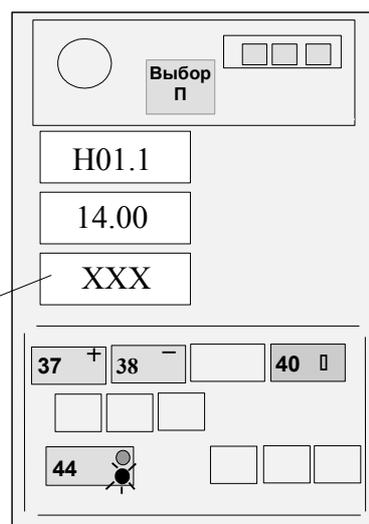

Рисунок 16
Нажимая кнопку 44, набрать на верхнем ИЖЦ код "Н01.1" (см. рисунок 16).
Нажать на время 1 с кнопку "┘" (40) и, проконтролировав короткий звуковой сигнал, отпустить кнопку (см. рисунок 16).